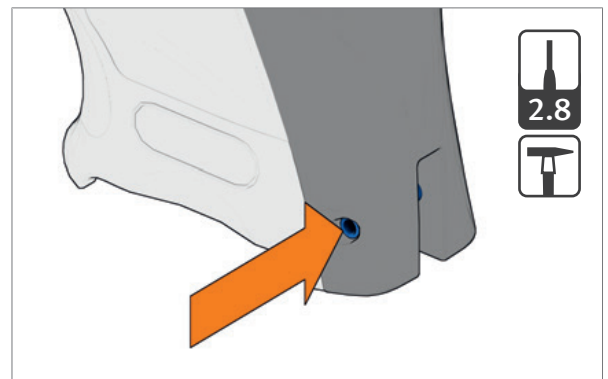

Abb. 19: Spannstift für Griff Rücken austreiben
1. Spannstift für Griff Rücken mit Durchtreiber austreiben (Abb. 19).